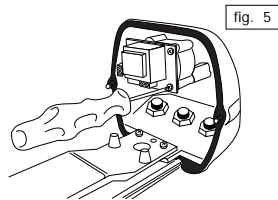

fig. 5
4. Fissare il circuito relativo sopra al ventilatore, sui fori rimasti liberi, tramite le rimanenti viti e distanziali forniti (fig. 5).